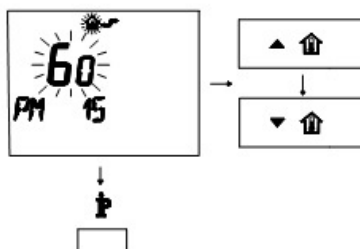

Figura 5.31
- Modifique el punto de consigna programado mediante los botones  o  hasta que aparezca un valor de 60. Espere a que el número programado comience a parpadear (Figura 5.31).